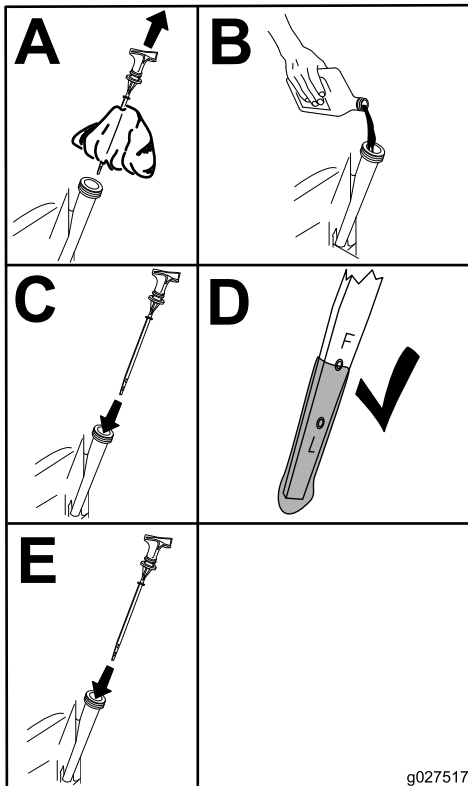

Figure 25
7. Versez avec précaution environ 80 % de la quantité d'huile spécifiée dans le goulot de remplissage (Figure 25).